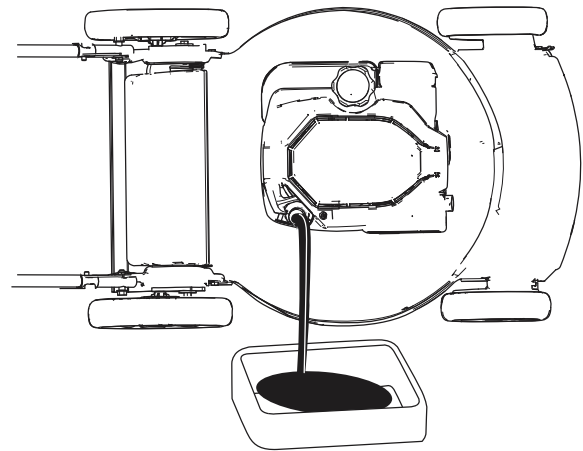

**Figura 24**
3. Retire la varilla girando el tapón en el sentido contrario a las agujas del reloj y tirando del mismo (Figura 24).
4. Ponga la máquina de lado (de modo que el filtro de aire quede hacia arriba) para drenar el aceite usado a través del tubo de llenado de aceite (Figura 24).